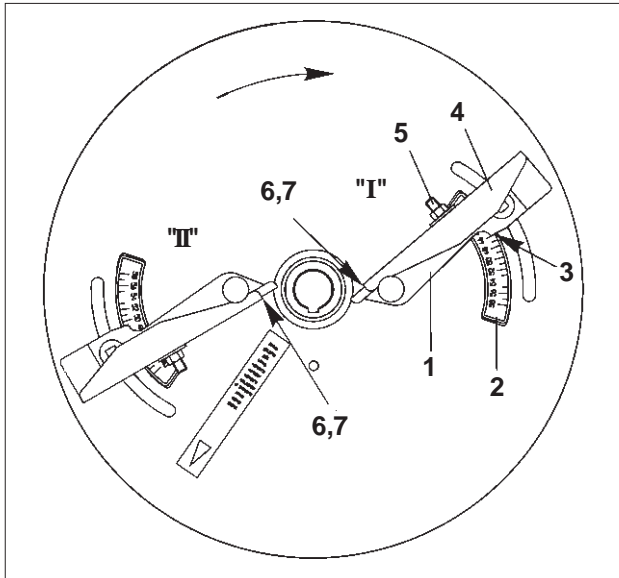

Fig. 7.22
Das Einstellen der Grenzstreuscheiben TS 5 - 9, TS 10 - 14, TS 15 - 18 und TS 4 erfolgt über die Teleskopschaufeln (Fig. 7.22/1) nach Angaben der Streutabelle in Abhängigkeit der auszustreuenden Düngersorte und dem Abstand der ersten Fahrspur vom Feldrand wie folgt
- a) Teleskopschaufeln (Fig. 7.22/1) auf der Streuscheibe nach Lösen der jeweiligen Knebelmutter im Bereich der Skala (Fig. 7.22/2) verschwenken. Zahlenwert an Ablesekante (Fig. 7.22/3) ablesen und Knebelmutter wieder anziehen.
- b) Schaufelaußenteil (Fig. 7.22/4) nach Lösen der Mutter (Fig. 7.22/5) auf der Skala (Fig. 7.22/6) auf einen höheren Buchstabenwert einstellen. Abgelesen wird die jeweilige Stellung des Schaufelaußenteils an der Ablesekante (Fig. 7.22/7) auf der Skala.